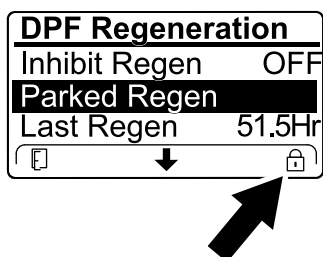

Figura 53
- Se il computer del motore richiede una rigenerazione di recupero, oppure sta eseguendo una rigenerazione di recupero, e voi scorrete il menu verso il basso fino all'opzione PARKED REGEN, la rigenerazione parcheggiata viene bloccata e l'icona di blocco (Figura 53) compare nell'angolo in basso a destra dell'InfoCenter.